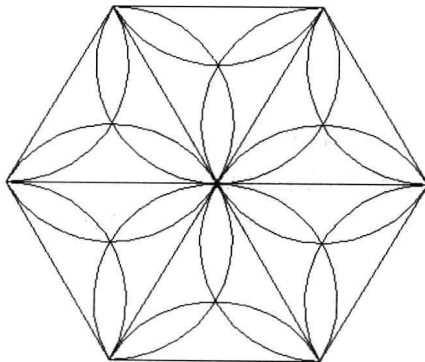

图 3-9-3
(3) 使用直线、圆弧、正多边形命令绘图, 如图 3-9-3 所示。